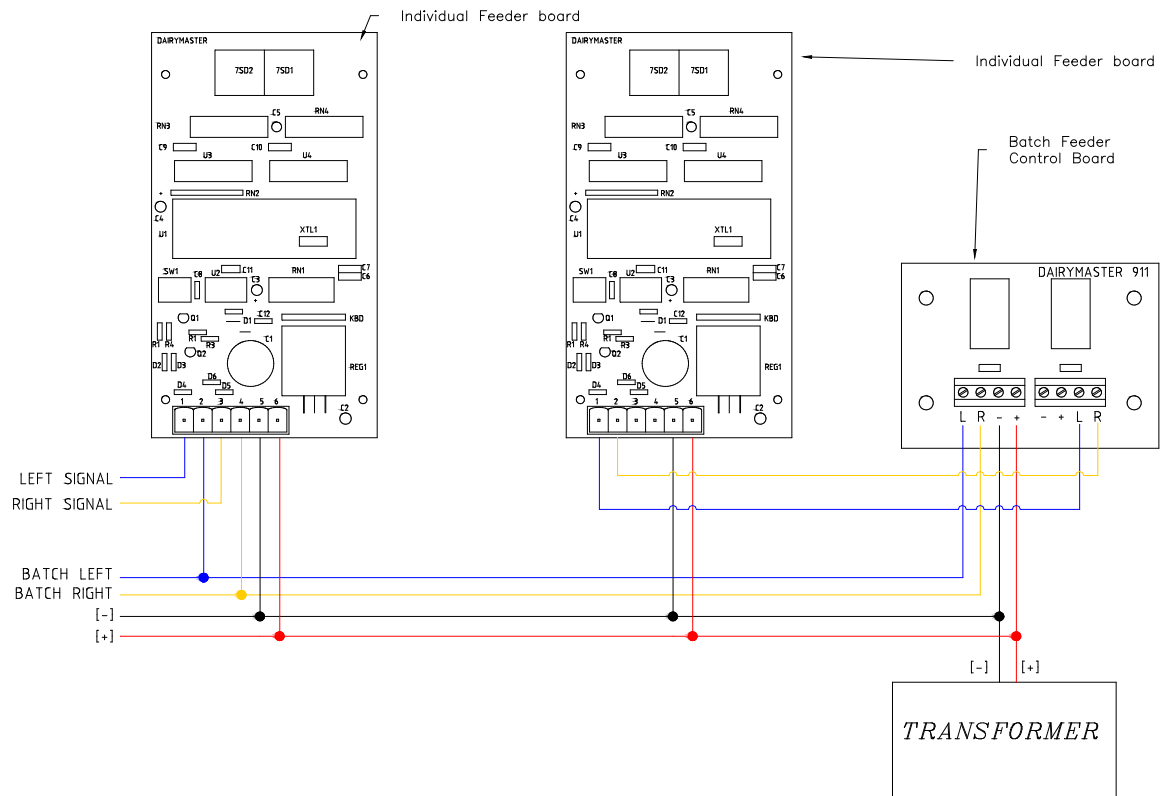

Abbildung 10 Schaltplan einer einzelnen Futterautomatensteuerung
5. Achten Sie darauf, dass sich die Seitenfutterleitung an der Stelle befindet, wie in **Abbildung 10** dargestellt.